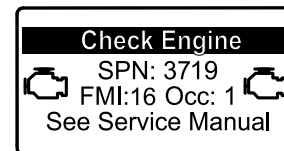

Figure 40
- Si une régénération en stationnement est nécessaire, l'InfoCenter affiche l'avertissement SPN 3719, FMI 16 (Figure 40) et l'ordinateur du moteur réduit la puissance du moteur à 85 %.